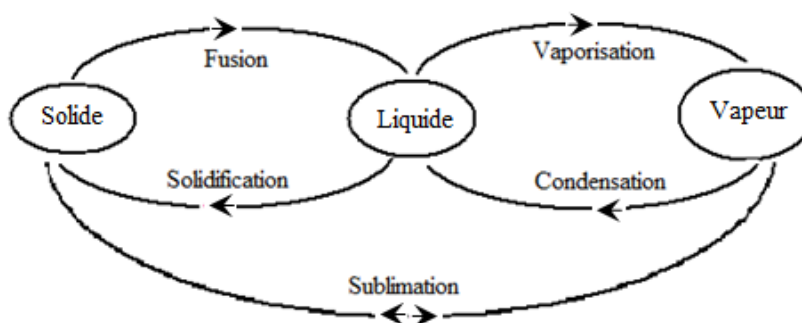

Figure 9.2 : Les différents changements de phase de la matière
- Le passage d'une phase à une autre (Fig. 9.2) s'appelle **changement de phase** (ou **changement d'état**) qui s'accompagne, pour un corps pur, d'un échange de chaleur sans variation de pression et de température :  $S \rightleftharpoons L$  ,  $L \rightleftharpoons V$  ,  $S \rightleftharpoons V$